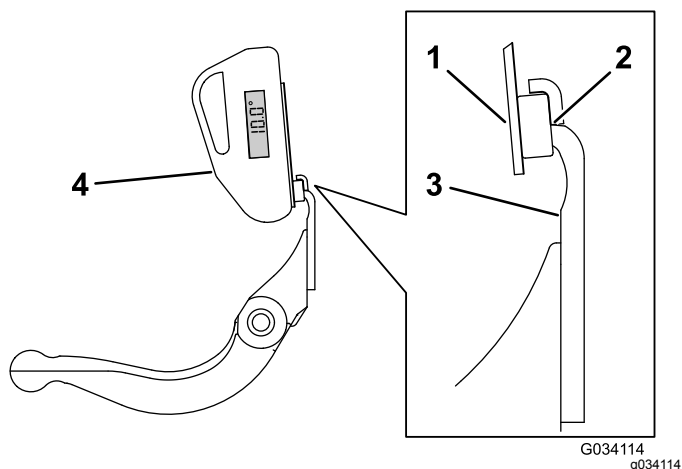

Figure 29
3. Placez l'indicateur d'angle sur le bord de la contre-lame, de manière à adapter le bord de l'aimant avec le bord de la contre-lame (Figure 29).
4. Placez l'indicateur d'angle sur le support, comme montré à la Figure 29.